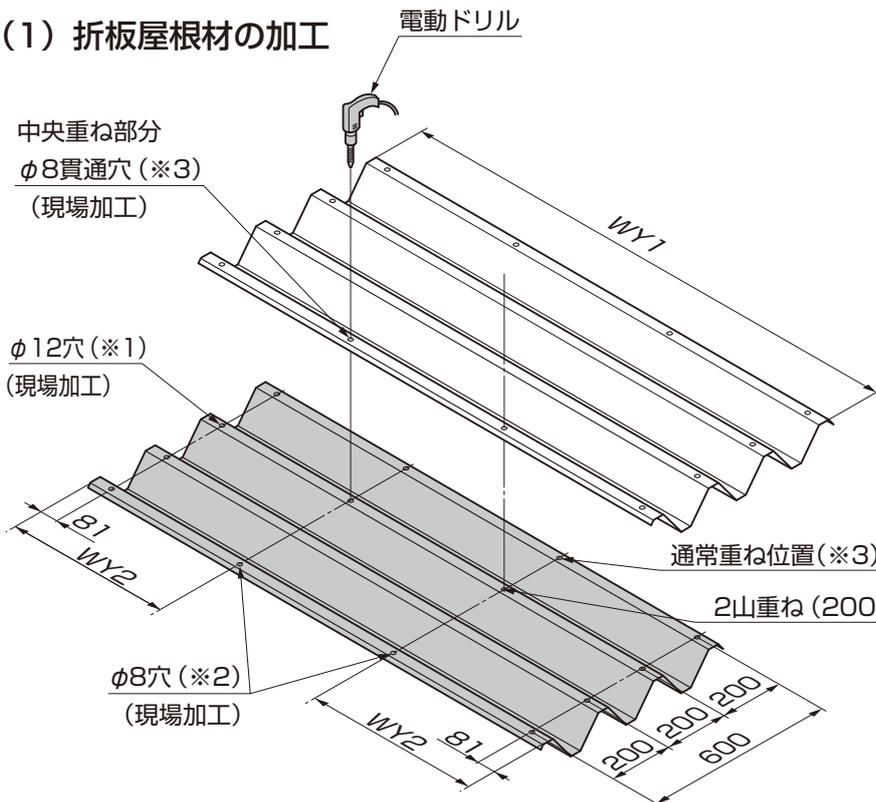

図16-5 折板幅と
- ①折板屋根材の両端部に片側4ヶ所ずつ、合計8ヶ所φ12の穴(※1)をあけてください(図16-5参照)
- ②折板屋根材と折板屋根材を重ね合わせて、折板屋根材の中央部(※2)(※3)に等間隔で2ヶ所、φ8の下穴をあけてください。(図16-5参照)